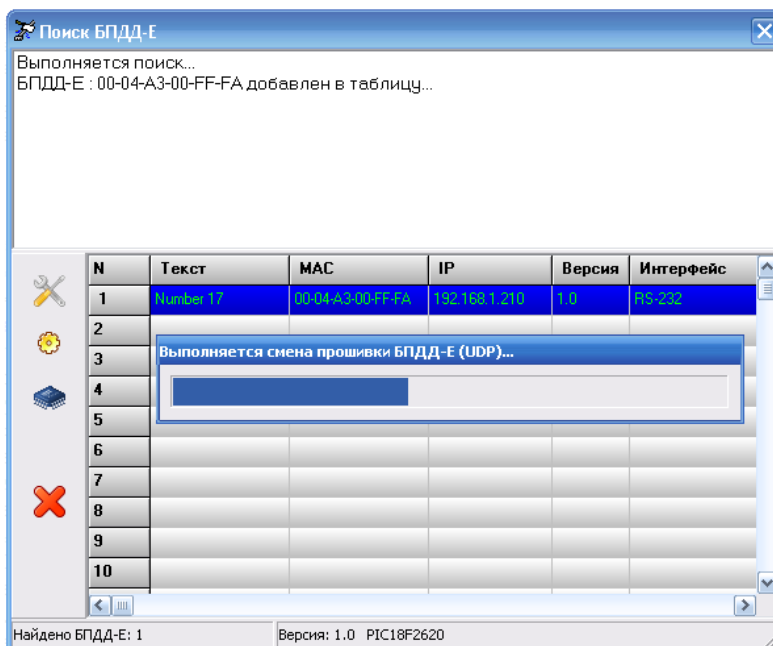

Рисунок 28 – Выполнение обновления программного обеспечения.
4. Нажать кнопку «Открыть». Обновление произойдет автоматически. Во время обновления программного обеспечения отображается прогресс выполнения программирования (рисунок 28).